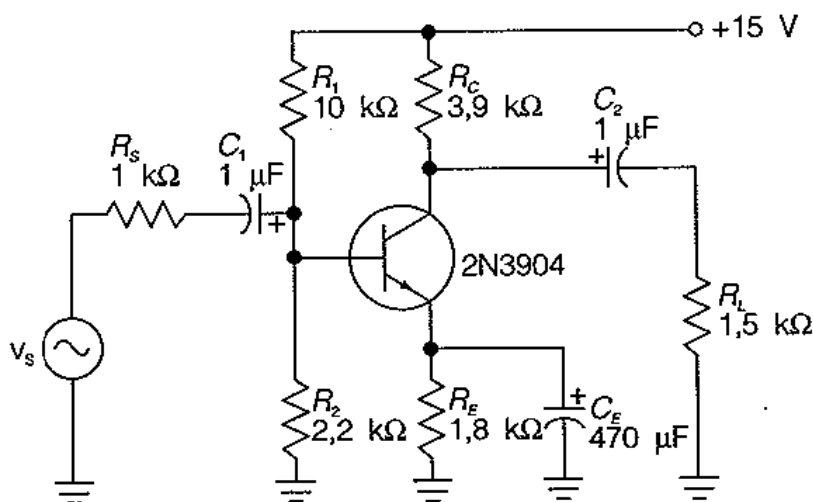

FIGURA 1
- 1 Na Figura 1, calcule o valor da corrente quiescente no coletor e a tensão quiescente entre coletor e emissor. Anote suas respostas na Tabela 1.